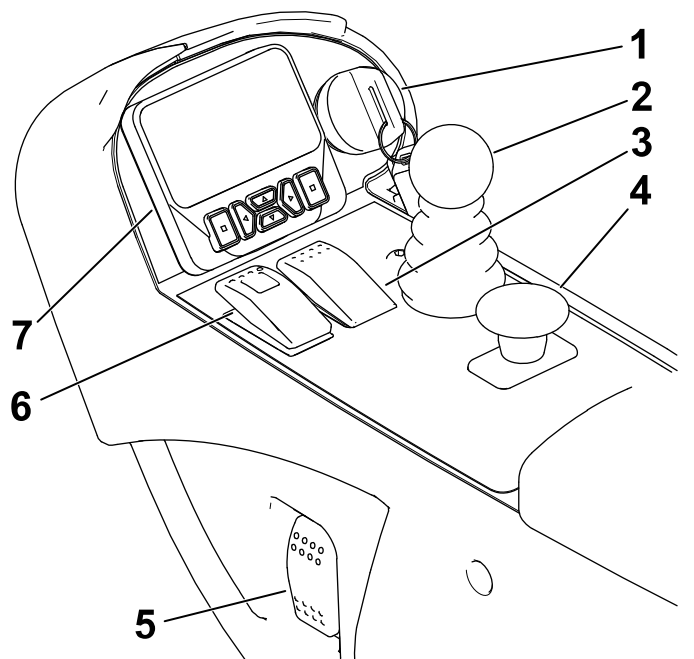

Bild 11
**Hinweis:** Nehmen Sie in Notbremssituationen den Fuß vom Fahrpedal und schalten Sie den Schalter der Feststellbremse nach vorne (Bild 11).
Wenn der Zapfwellenschalter ausgeschaltet ist (Bild 11), befindet sich die Maschine im TRANSPORTbetrieb, in dem Sie bis zu 16 km/h schnell fahren können, wenn die Höchstgeschwindigkeit nicht begrenzt ist.
Um die Feststellbremse zu aktivieren, (Bild 11) stellen Sie den Schalter auf der Konsole nach vorne. Das rote Licht am Schalter leuchtet auf, wenn die Feststellbremse aktiviert ist. Stellen Sie den Schalter nach hinten, um die Feststellbremse zu lösen.
Dieser Hebel (Bild 11) hebt und senkt die Mähwerke.
Das Zündschloss (Bild 11) hat drei Stellungen: Aus, EIN/GLÜHKERZEN und START.
Schalten Sie den Schalter nach oben, um die Scheinwerfer einzuschalten (Bild 11).
Auf dem InfoCenter-LCD-Display werden Informationen zur Maschine angezeigt, u. a. Betriebszustand, verschiedene Diagnostikwerte und andere Informationen zur Maschine (Bild 11).